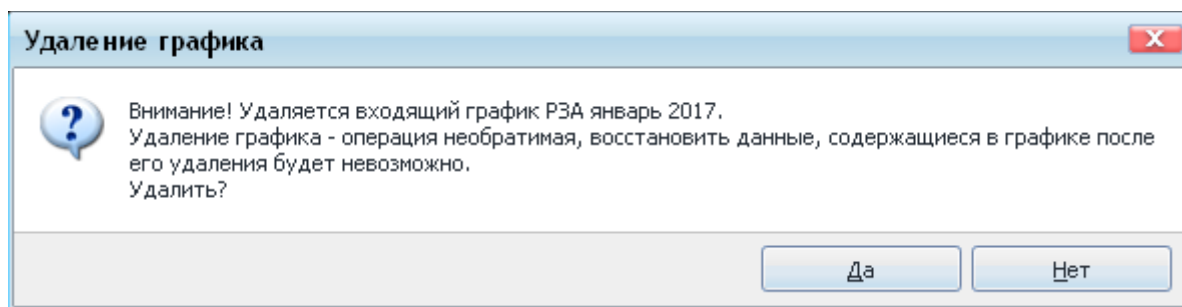

Рисунок 9.36 – Окно с предупреждающим сообщением при удалении входящего графика
- если входящий график не является частью сводного графика, то при удалении входящего графика появляется предупреждающее сообщение (Рисунок 9.36).